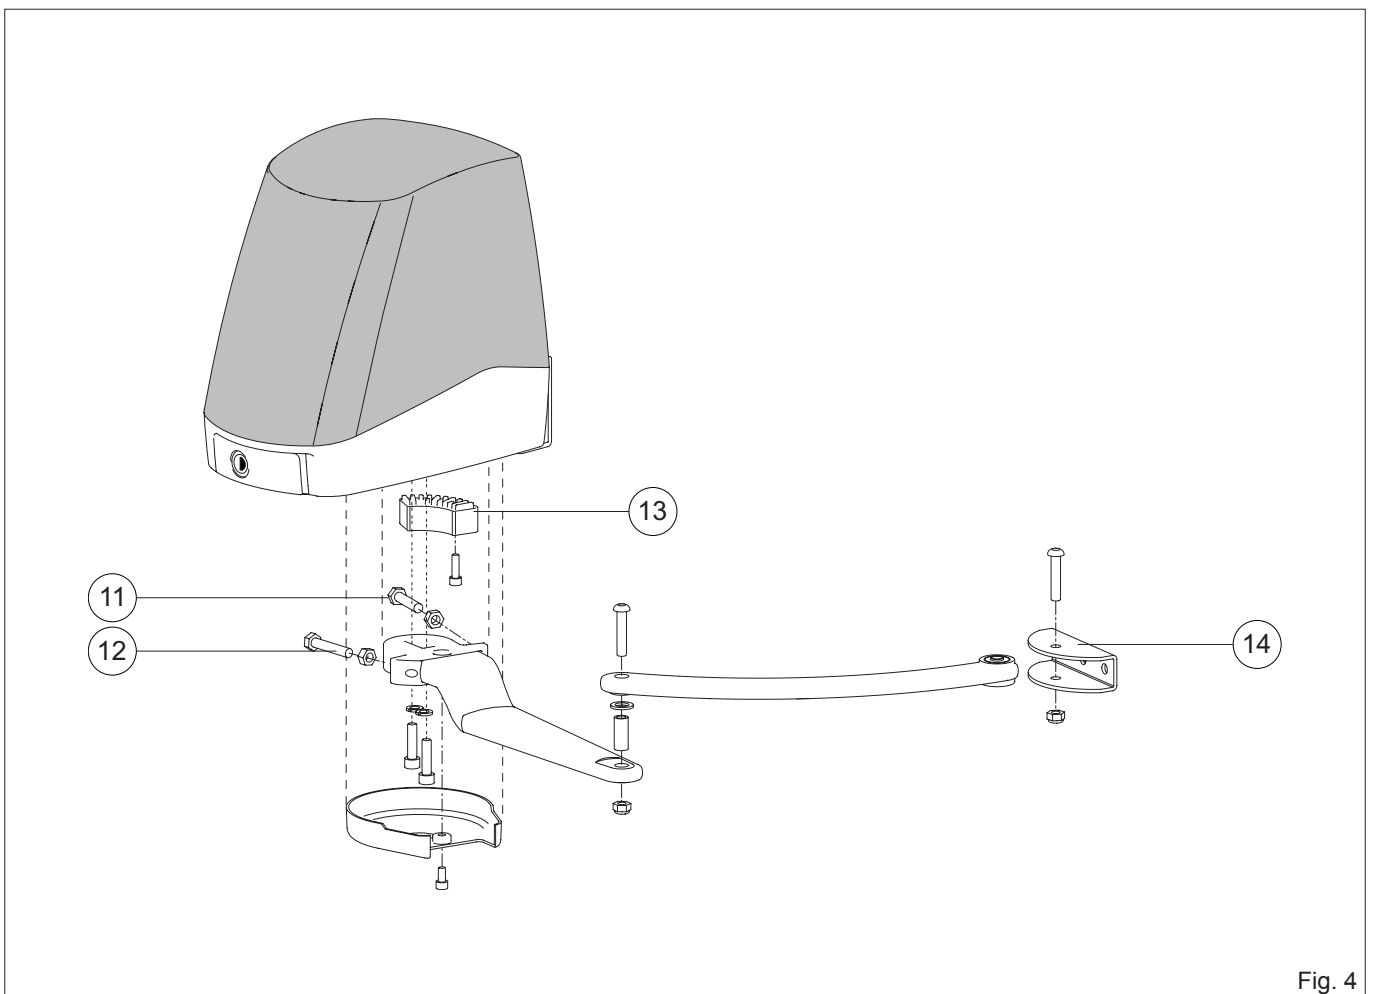

Fig. 4
- Fissare i bracci snodati e la staffa di fissaggio del braccio come indicato in fig. 4.
- Se desiderato, portando l'anta in posizione di chiusura e di apertura, regolare le viti [11] e [12] sul fermobattuta [13] come indicato in fig. 4.